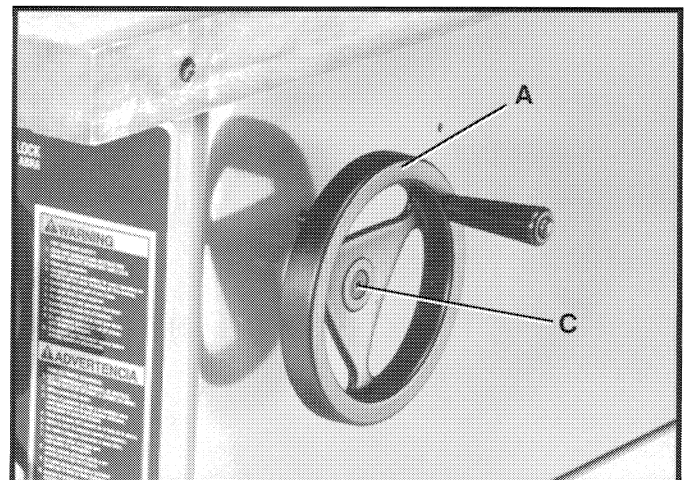

Fig. 11
2. Afiance el volante de inclinación de hoja (A) Fig. 11 al eje utilizando el tornillo de cabeza hueca plana hexagonal de 3/4 pulg. de largo (C).